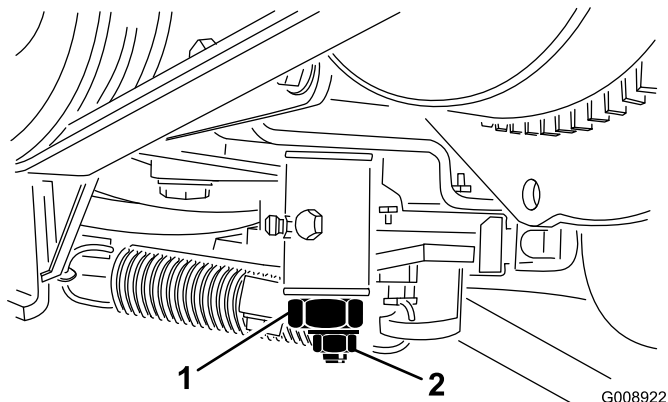

図 51
2. 噴射ポンプのレバー・アーム（図 51）の部分にあるスロットル・ケーブルのコネクタをゆるめる。